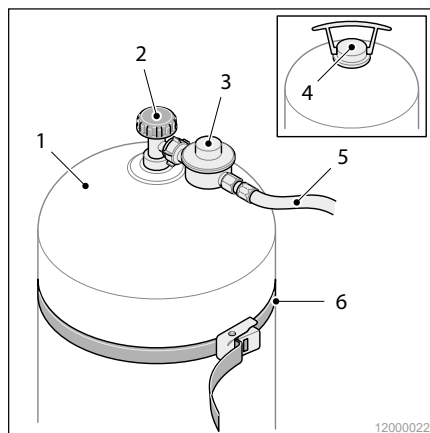

Abb. 23 Gasflasche wechseln
2. Schließen Sie das Absperrventil (Abb. 23/2) der leeren Gasflasche (Abb. 23/1) (gegen den Uhrzeigersinn drehen).
3. Schrauben Sie den Gasregler (Abb. 23/3) zusammen mit dem Anschluss Schlauch (Abb. 23/5) von der Gasflasche ab.
4. Lösen Sie den Gurt (Abb. 23/6) und entnehmen Sie die leere Gasflasche.
5. Entfernen Sie ggf. die Transportsicherung (Abb. 23/4) der neuen, vollen Gasflasche und heben Sie die Transportsicherung auf.
6. Platzieren Sie die volle Gasflasche in den dafür vorgesehenen Plastikhalter und fixieren Sie die Gasflasche mit dem Gurt (Abb. 23/6).
7. Schließen Sie den Gasregler (Abb. 23/3) wieder an die Gasflasche an.
8. Öffnen Sie das Ventil (Abb. 23/2) an der Gasflasche (im Uhrzeigersinn drehen).